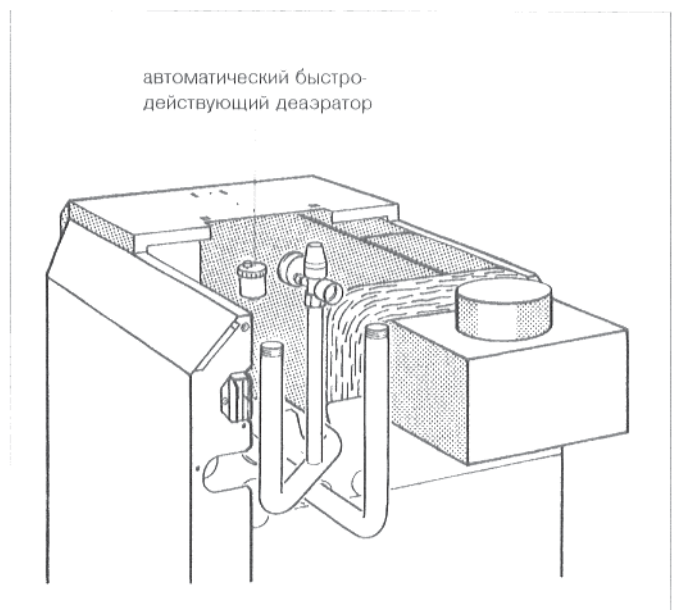
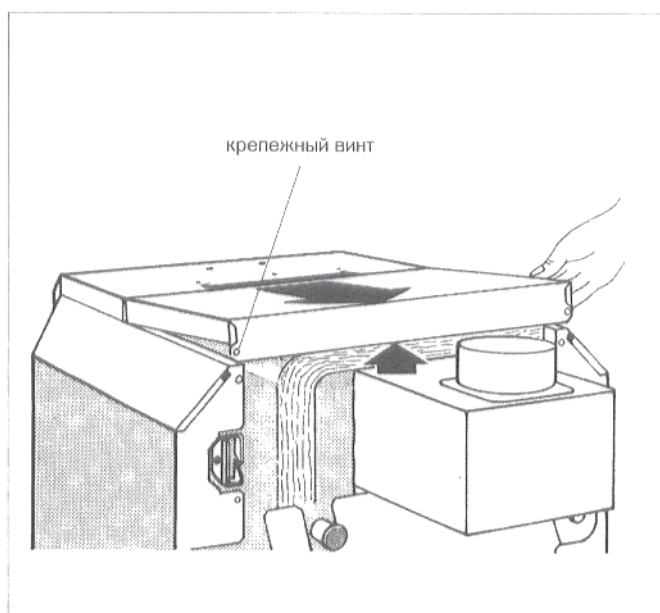

Рис. 10: автоматический быстродействующий деаэратор G124 XV
Рис. 12: снять задний кожух котла
Дополнительно производится автоматическая деаэрация через быстродействующий деаэратор: снять заглушку автоматического быстродействующего деаэратора (рис. 10). Снять задний кожух котла (см. рис. 12).
- Вывинтить оба крепежных винта в заднем кожухе котла. Приподнять задний кожух котла и снять его в направлении назад (рис. 12).